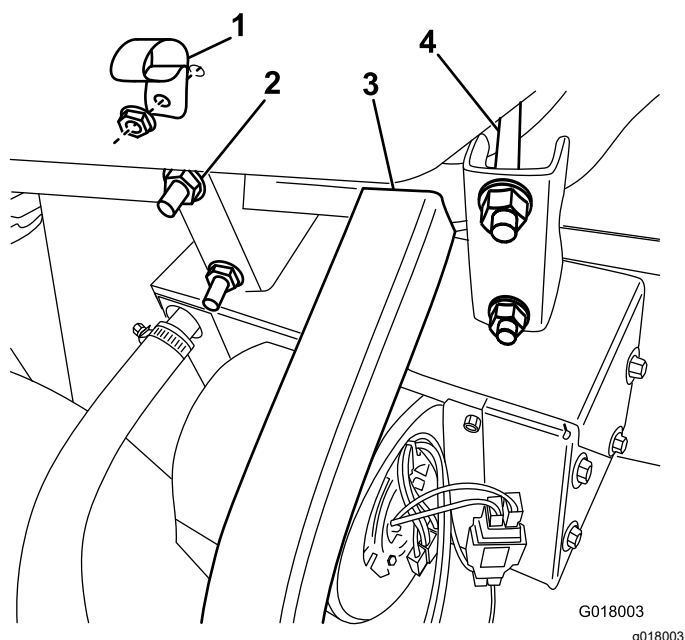

Figura 23
3. **Para máquinas de 2015 e anteriores**—Fixe o aquecedor e o conjunto do suporte ao tubo da estrutura da frente, encostado à estrutura em U, utilizando as cavilhas em U quadradas e as porcas flangeadas fornecidas (Figura 23).
5. Fixe o grampo em R ao porta-luvas com um parafuso de cabeça flangeada e porca (Figura 23).